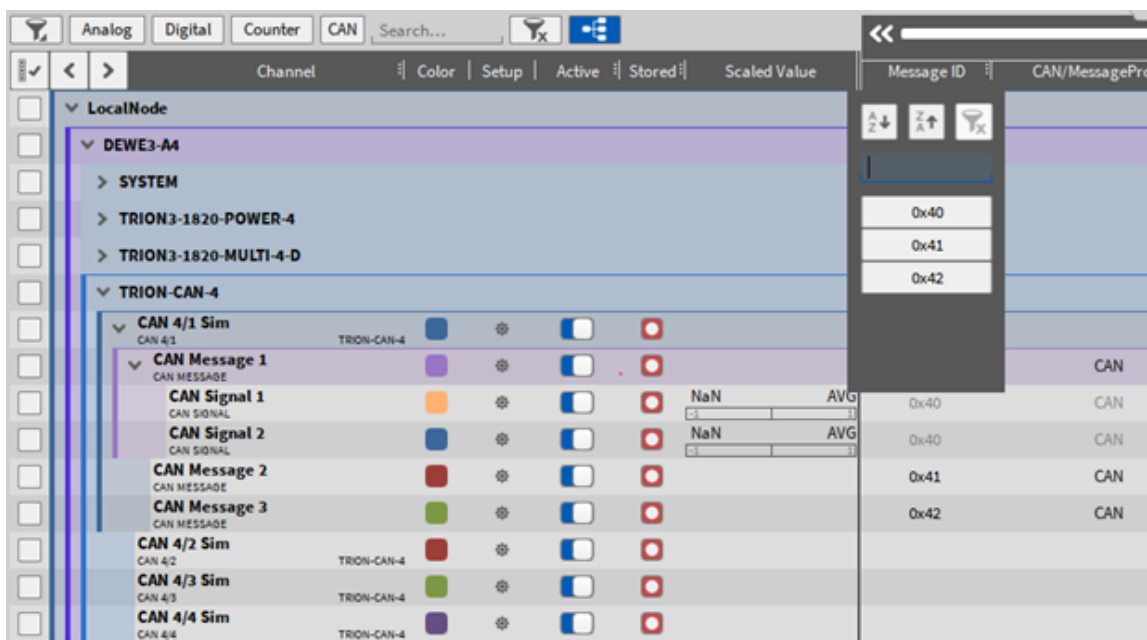

Fig. 4.55: CAN 报文 ID
- 在通道列表中，也可以过滤可用的 CAN 报文 ID，以获得更好的概览，或者只显示当前应用所需的 CAN 报文 (见 Fig. 4.55)。